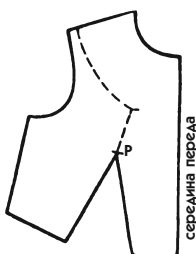

Рис. 516
1. Для упрощения выполнения модели на подготовительном лекале переведите вытачку, которая может помешать вашей работе (см. рис. 516
2. Закройте вытачку и поместите лекало на фигуре, чтобы начертить выбранную модель (рис. 516).
4. Для соединения срезов такой вытачки начинайте строчку от точки Р до угла (пунктирная линия на рис. 516), надрежьте ткань, затем закончите соединение.